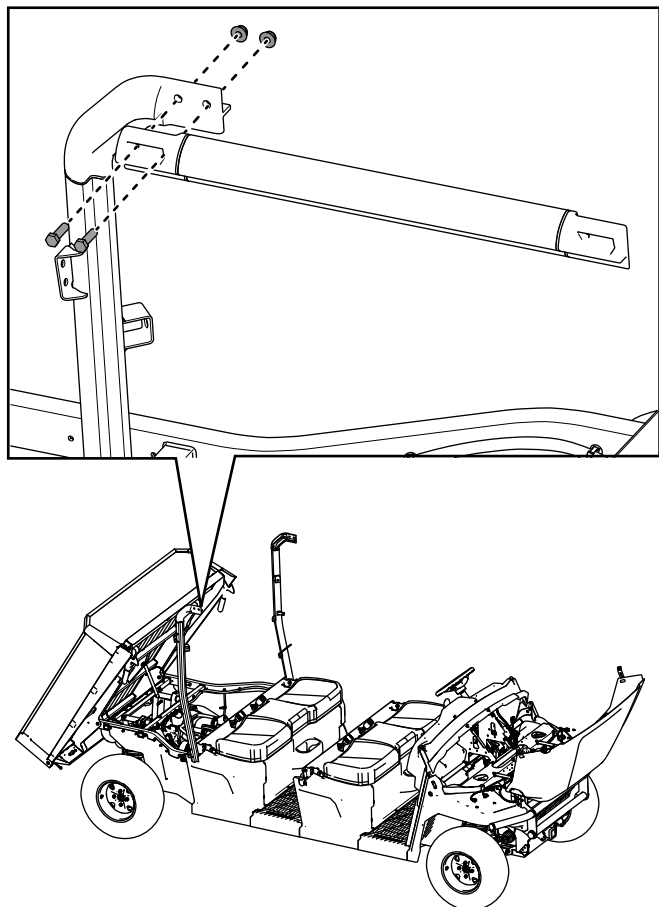

Figure 43
8. Fixez légèrement le connecteur de la barre droite de l'arceau de sécurité à la barre arrière droite à l'aide de 2 boulons à tête hexagonale ($\frac{3}{8}$ x $1\frac{1}{4}$ po) et de 2 contre-écrous ($\frac{3}{8}$ po), comme montré à la Figure 43.